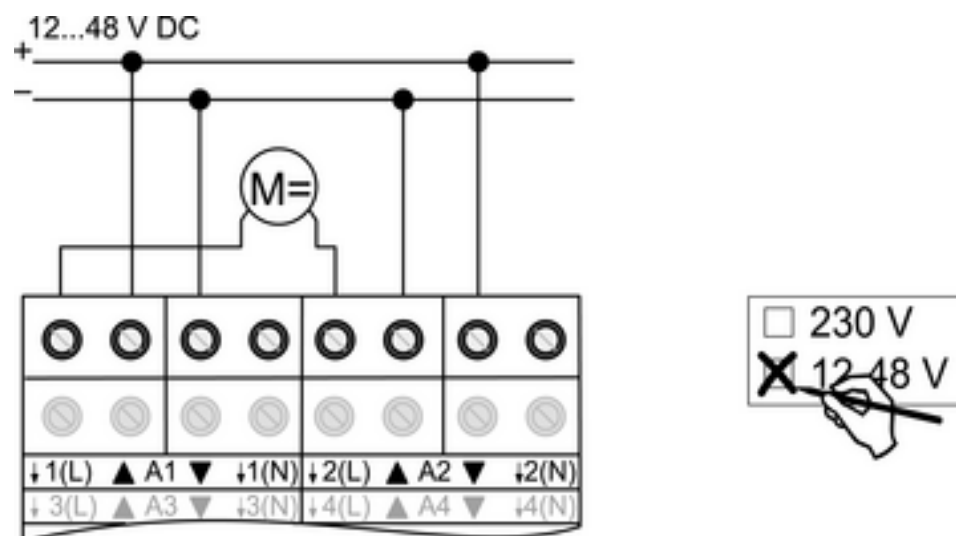

Bild 6
- Motoren anschließen (Bild 6).
- Verwendung **12-48 V** auf Etikett kennzeichnen (Bild 6).